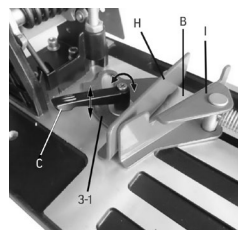

fig. 3
4. Placez votre pièce à travailler sur la plaque de base de l'outil (B) entre la pince mobile (I) et le guide à réglage rapide (H) (fig. 3).